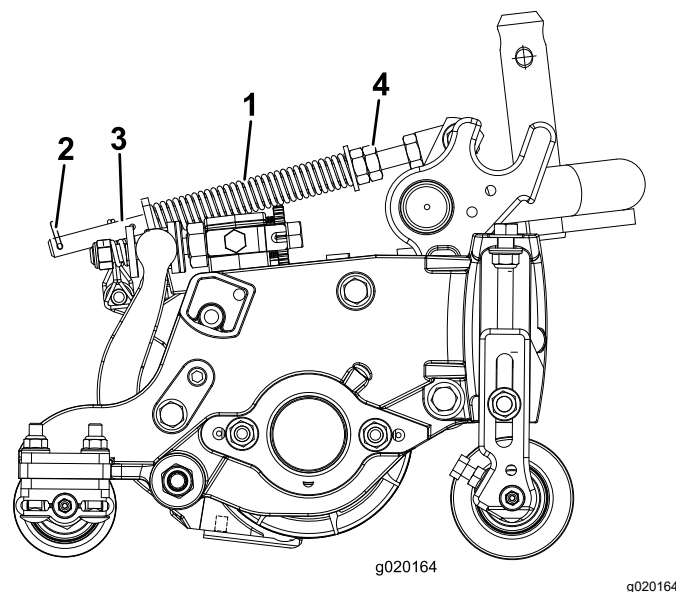

Figura 14
2. Serrate i dadi esagonali sull'estremità anteriore dell'asta della molla, finché la lunghezza compressa della molla (Figura 14) non è pari a 12,7 cm per gli apparati di taglio da 12,7 cm e 15,8 cm per gli apparati di taglio da 17,8 cm.
La molla di compensazione del manto erboso (Figura 14) trasferisce il peso dal cilindro anteriore al cilindro posteriore, per contribuire a ridurre l'ondulazione del manto erboso, detta anche fluttuazione o bobbing.
1. Verificate che la coppiglia sia montata nel foro posteriore dell'asta della molla (Figura 14).